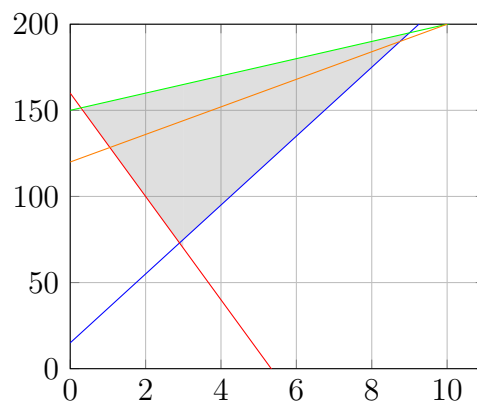

Figura 10: Função objetivo com  $z = 120$
3. Realizar iterações com aumento do valor da função objetivo, até que a reta definida esteja na iminência de sair da região de soluções viáveis. É possível perceber na Figura 10 que a reta ainda está imersa em grande parte da região.